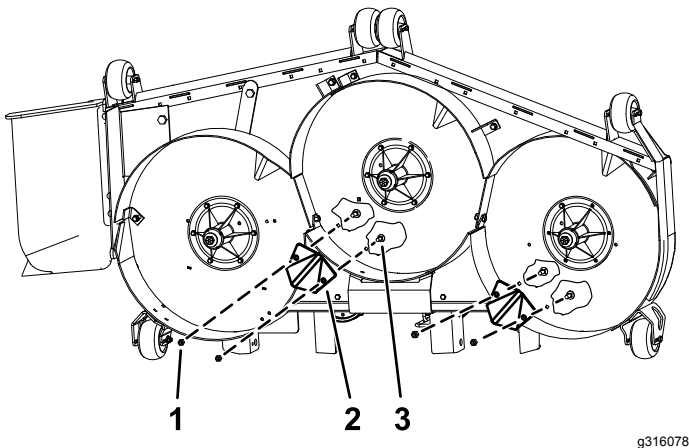

Figura 5
1. Togliete i bulloni e i dadi esistenti dai fori per gli spingitori (Figura 5).
2. Montate i nuovi spingitori sul piatto di taglio, nei punti indicati nella Figura 5.